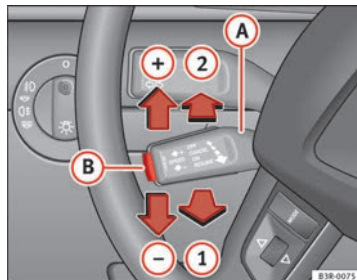

Abb. 151 Bedienelemente der Geschwindigkeitsregelanlage
- Ziehen Sie den Hebel **A** in Position  $\Rightarrow$  Abb. 151 **1**, um die Anlage einzuschalten.
- Drücken Sie den Hebel **(A)** nach oben in Richtung  $\Rightarrow$  Abb. 151 **(+)**.
- Drücken Sie den Hebel **(A)** nach unten in Richtung  $\Rightarrow$  Abb. 151 **(-)**.
- Durch kurzes Drücken des Hebels **(A)** nach oben in Richtung  $\Rightarrow$  Abb. 151 **(+)** wird die gewünschte Geschwindigkeit um etwa 2 km/h erhöht.
- Durch kurzes Drücken des Hebels **(A)** nach unten in Richtung  $\Rightarrow$  Abb. 151 **(-)** wird die gewünschte Geschwindigkeit um etwa 2 km/h verringert.
Falls beim vorübergehenden Ausschalten keine gewünschte Geschwindigkeit gespeichert war, können Sie eine neue gewünschte Geschwindigkeit wie folgt speichern: Fahren Sie mit der gewünschten Geschwindigkeit und drücken Sie dann kurz die Drucktaste  $\Rightarrow$  Abb. 151 **(B)** (SET).
- Drücken Sie den Hebel **(A)**  $\Rightarrow$  Abb. 151 in Position **(2)** (gerastet).